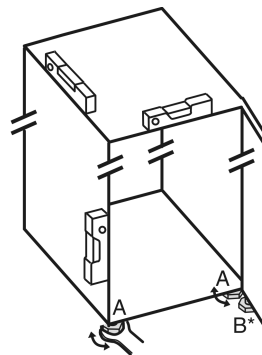

Fig. 45
- Dévisser les pieds réglables *Fig. 45 (A)* avec la clé plate fournie et utiliser un niveau à bulle pour vérifier que l'appareil est bien plan.
- Dévisser le pied réglable *Fig. 45 (B)* du support de palier avec la clé plate fournie jusqu'à ce qu'il touche le sol.
- Continuer de tourner le pied réglable *Fig. 45 (B)* de 90° maximum pour éviter d'endommager la porte.